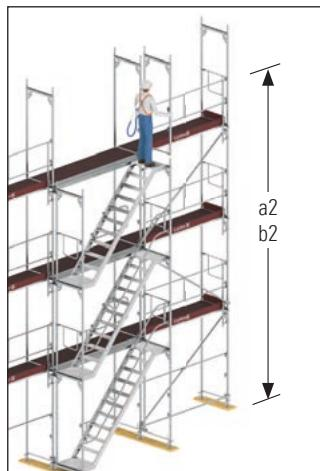

Bild 17: Anschlagen auf Geländerholmhöhe
- a2) Anschlagen auf Geländerholmhöhe: mindestens 6,75 m (Bild 17)
- b2) Anschlagen auf Geländerholmhöhe: mindestens 6,25 m (Bild 17)